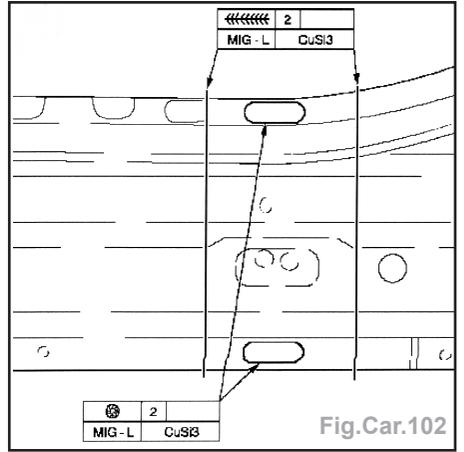

Fig.Car.102
- Adapter la pièce de liaison du montant B/accès et souder au MIG (Fig.Car.102).